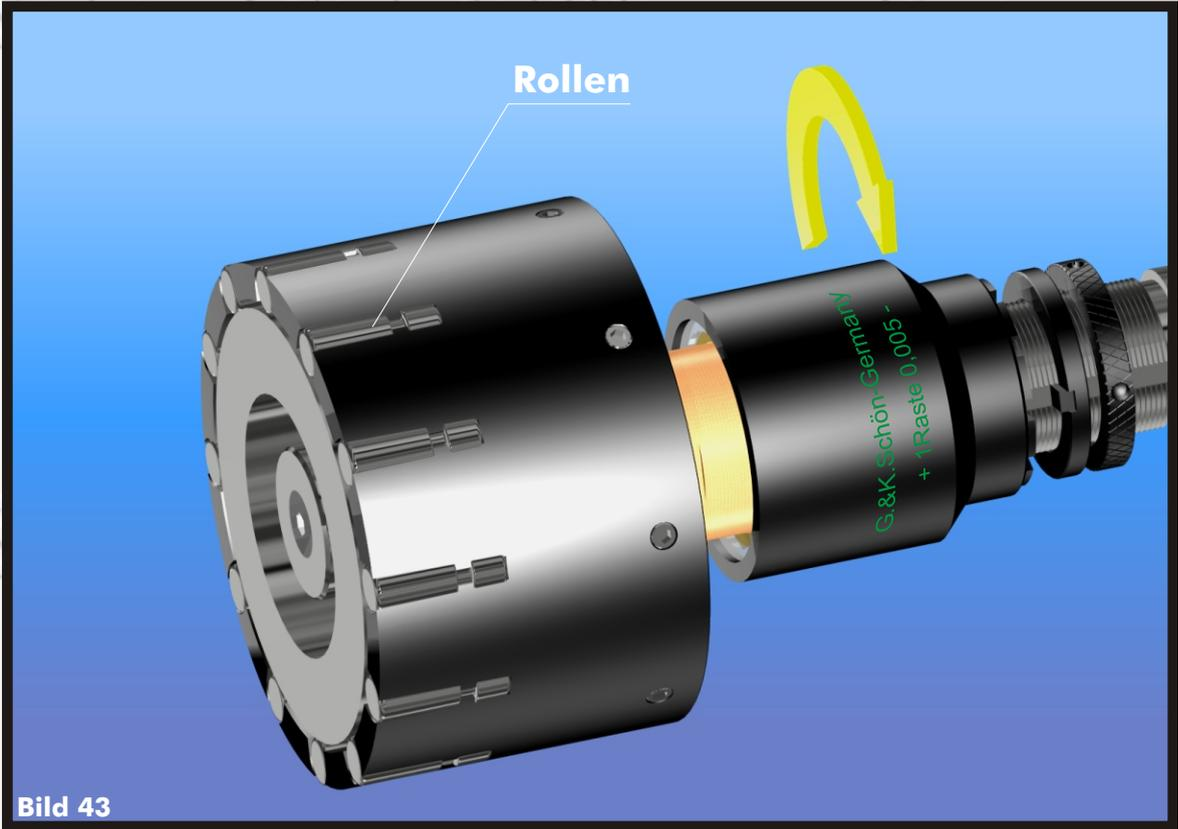

Bild 43
- > Drehen Sie das Gehäuse soweit in Richtung des Minus-Zeichens, bis sich die Rollen frei drehen lassen. (Bild 43)